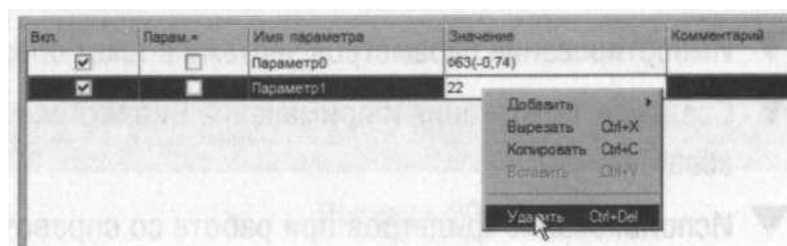

Рисунок 31
21. Любые размеры, заданные как параметры перехода, удаляются следующим образом - установите курсор на параметре, который требуется удалить, выберите в контекстном меню **Удалить** (рис.31).